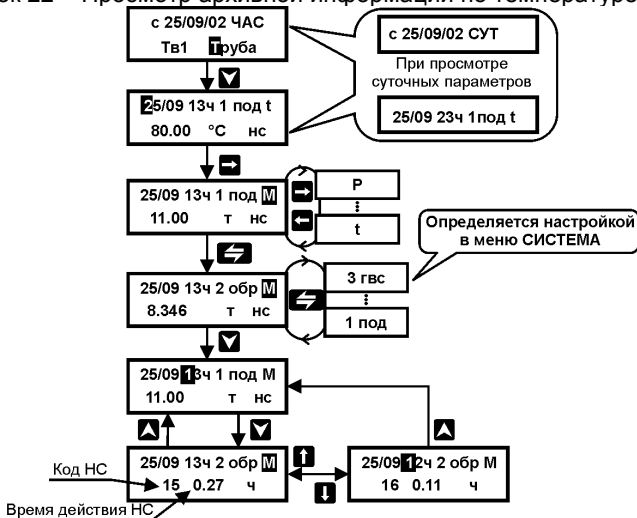

Рисунок 23 – Просмотр архивной информации по кодам и времени действия НС
В архиве прибора регистрируются коды НС по каждому измеряемому параметру теплоносителя и по дополнительным температурам, а также время их действия. Так как в течение интервала усреднения (час, сутки) могут быть зарегистрированы несколько кодов, то факт их наличия отображается в правом нижнем углу дисплея буквами «НС». При необходимости коды и время их действия за интервал усреднения могут быть просмотрены пользователем прибора. Просмотр информации по НС возможен только по каждому трубопроводу отдельно (см. рисунок 23).
3. Войдя нажатием кнопки  в меню 3–его уровня (рисунок 20, 21 или 22), последовательным нажатием кнопок  () ,  () и  при необходимости (рисунок 23) просмотреть требуемую информацию;